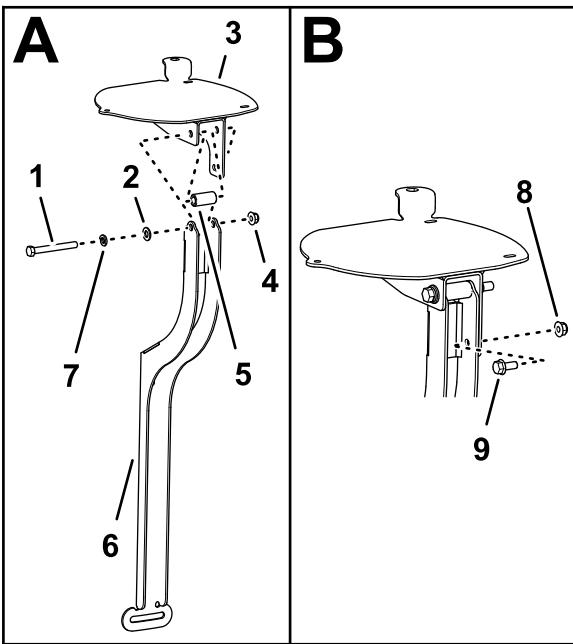

图155
- 对齐导航接收器底板、隔片与接收器安装支架中的孔 图155。
2. 如图155所示用螺栓 $\frac{3}{8} \times 3\frac{1}{4}$ 英寸、锁定垫圈 $\frac{3}{8}$ 英寸、垫圈 $\frac{3}{8} \times 13/16$ 英寸和凸缘锁紧螺母 $3/8$ 英寸将接收器底板和隔片组装到底座上。
3. 安装凸缘头螺栓 $5/16 \times \frac{3}{4}$ 英寸和凸缘锁紧螺母 $5/16$ 英寸使之穿过接收器安装支架较小的孔和接收器底板中的槽图155。